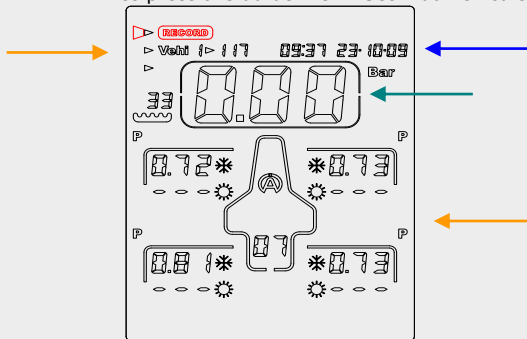

Figure 1
- 1) A l'aide des boutons ▲, ▼, sélectionnez l'icône « **RECORD** », (figure 1)